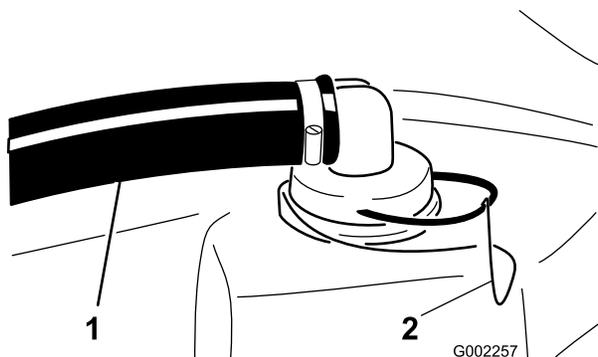

Figura 66
2. Togliete l'ancoraggio dal raccordo rosso affisso al flessibile grande, sopra il serbatoio (Figura 66).
3. Togliete il flessibile dal serbatoio (Figura 66).